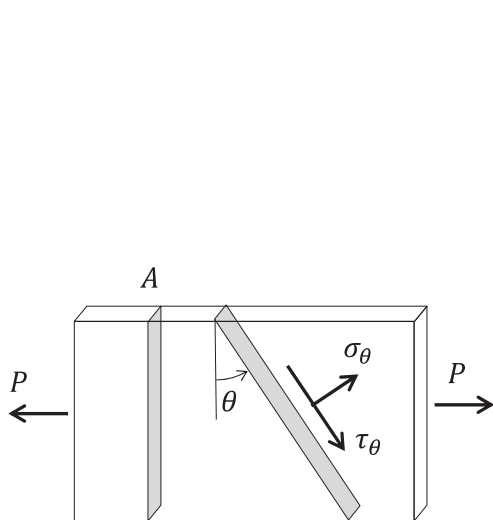

図1
1. 図1に示すように、断面積が A で一様な平板試験片に荷重 P で一軸引張を負荷している状態を考える。応力が一様であるとして以下の問いに答えよ。
(1) 図1に示すように、試験片断面から角度 θ 傾いた面に作用する垂直応力の大きさ σ_θ とせん断応力の大きさ τ_θ を θ の関数として求めよ。また、 τ_θ の最大値を求めよ。